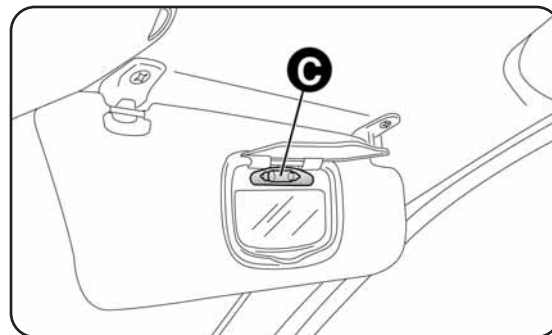

fig. 36
- sostituire la lampada C-fig. 36 svincolandola dai contatti laterali, accertandosi che la nuova lampada risulti correttamente bloccata tra i contatti stessi.